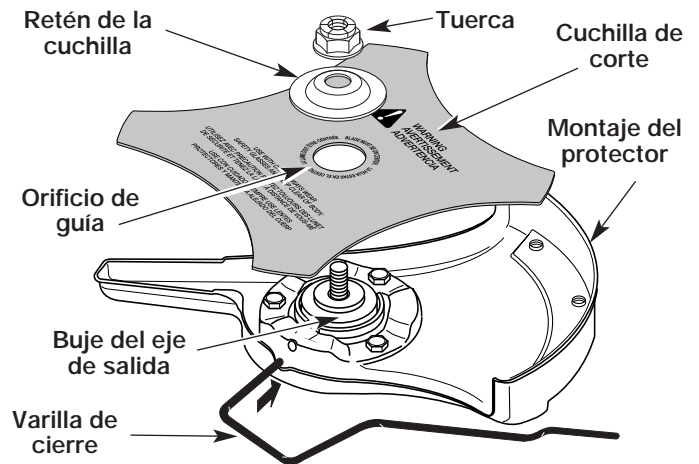

Fig. 16
1. Coloque la cuchilla de corte en el buje del eje de salida (Fig. 16).